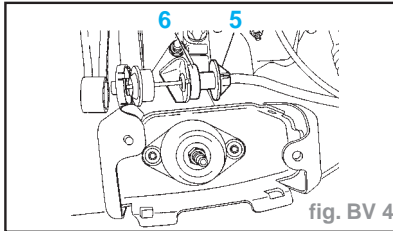
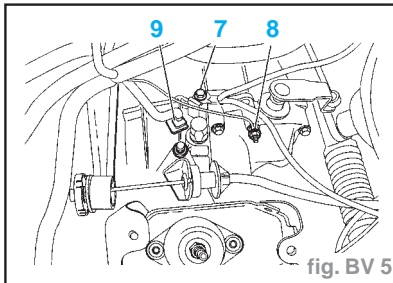
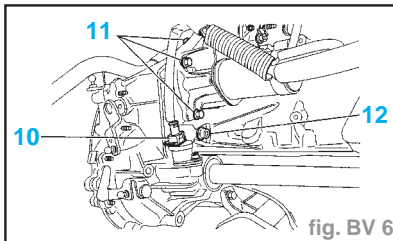

fig. BV 4
fig. BV 5
fig. BV 6
- Déposer dans l'ordre suivant (fig. BV. 4) :
- l'embout gaine (5)
- le tampon (6)
- Déposer (fig. BV. 5) :
- la vis (7)
- l'écrou (8)
- le connecteur (9)
- Déposer (fig. BV. 6) :